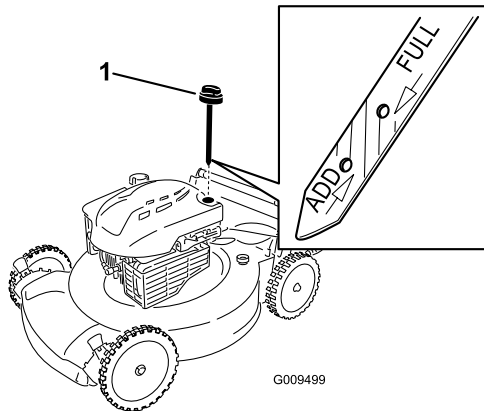

Figure 8
1. Retirez la jauge, essuyez-la sur un chiffon et remettez-la dans le goulot de remplissage (Figure 8).
2. Sortez de nouveau la jauge et contrôlez le niveau d'huile (Figure 8). Si le niveau n'atteint pas le repère **minimum** (Add) de la jauge, versez **lentement** suffisamment d'huile dans le goulot de remplissage pour faire monter le niveau au repère **maximum** (Full). **Ne remplissez pas excessivement.** (Remplissage max. : 0,59 l (20 oz), type : huile détergente SAE 30 de classe de service API SF, SG, SH, SJ, SL ou supérieure.)